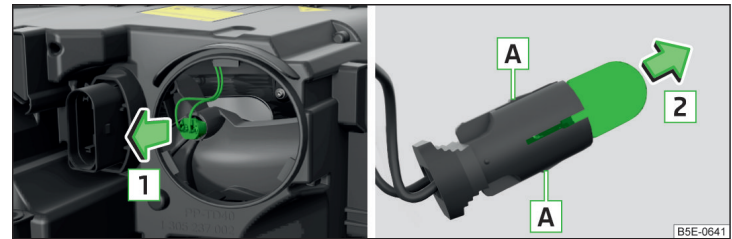

Abb. 237 Glühlampe für zusätzliches Standlicht wechseln
- › Den Sockel mit der Glühlampe mit Wackelbewegungen in Pfeilrichtung **1** » Abb. 237 herausziehen.